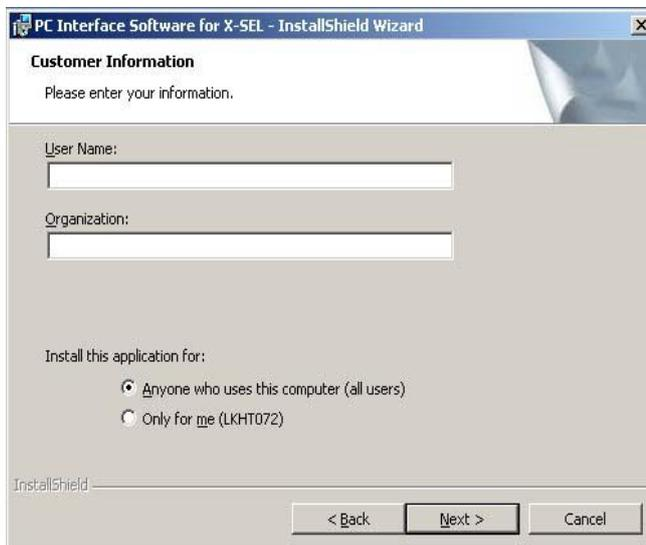

图1.4 用户信息注册
④显示用户信息注册画面(图1.4)后，输入用户信息，点击 [Next>] 。